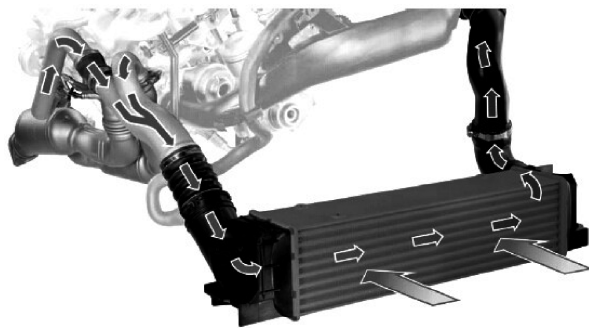

图 2-11 增压空气冷却装置
(3) 增压空气冷却装置 N54 发动机的增压空气冷却系统用于提高其输出功率并降低耗油量。废气涡轮增压器内，因部件温度和压缩作用而受热的增压空气，在增压空气冷却器内最多可降温 80℃。这样可提高增压空气的密度，从而实现更好的燃烧室充气效果。由此可降低进气系统需要的增压压力。此外，还能降低爆燃危险并提高发动机效率。增压空气冷却装置，如图 2-11 所示。